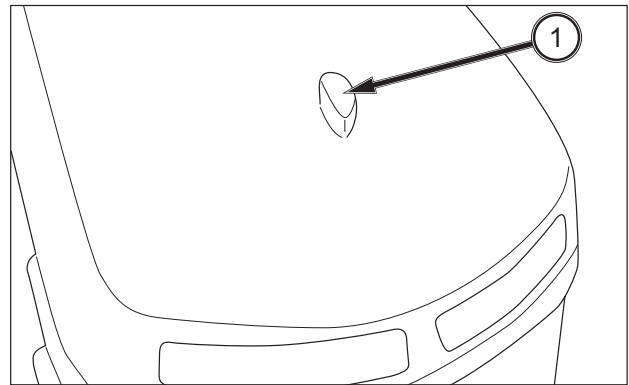

ABB. 115
**ABB. 115 UND 116: Öffnen:** Den Verriegelungsknopf (1) auf der Motorhaube um eine Viertelumdrehung im Uhrzeigersinn drehen, die Motorhaube dann nach oben ziehen und mit der Haltestrebe arretieren (2).